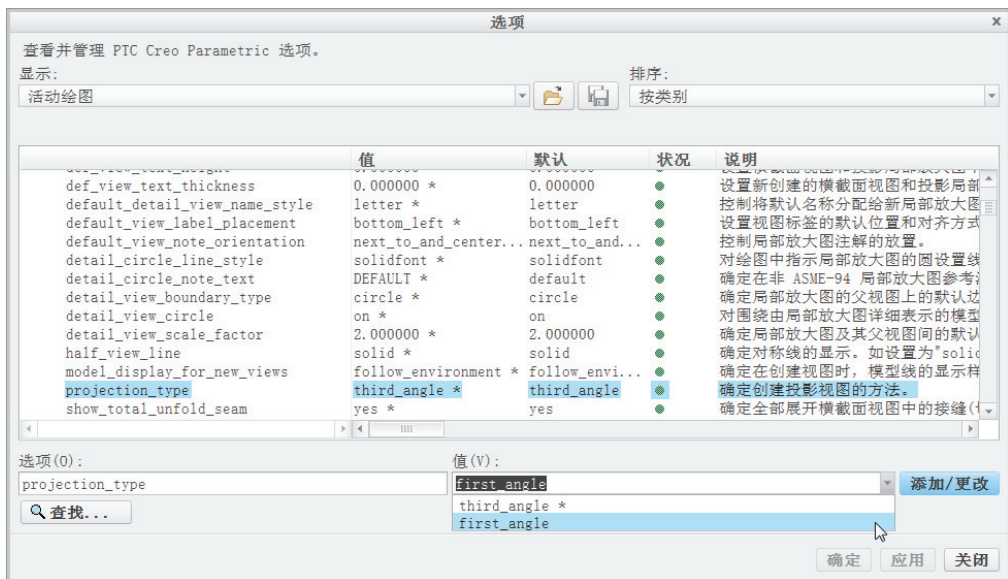

图 11-7 设置选项值
3) 在“选项”对话框的“选项”文本框中输入“projection_type”, 接着在相应的“值”下拉列表框中选择“first_angle”, 如图 11-7 所示。